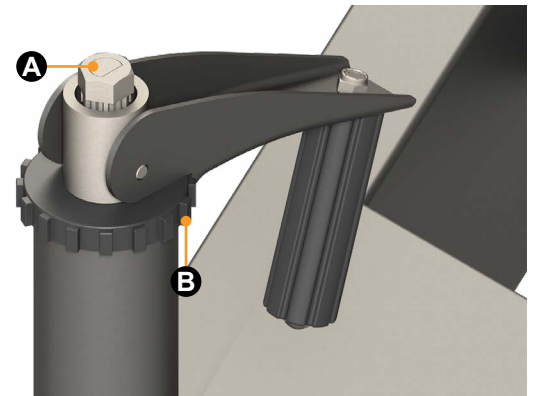

Fig. 4
1. S'assurer que la manivelle est en position de rangement (Fig.4).
2. Une fois la hauteur du vérin de flèche obtenue, basculer la manivelle en position de rangement (**Fig.4**). La manivelle s'engagera dans les encoches du capuchon (**Fig.4B**).